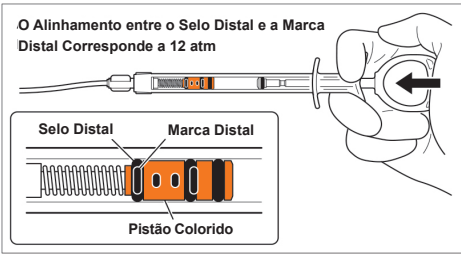

Figura 5: Alinhamento entre o Selo Distal e a Marca Distal
d. Deve testar a insuflação do sistema ao carregar no êmbolo até o selo preto distal no pistão laranja estar alinhado com a marca preta distal na Seringa de Insuflação (Ver Figura 5). Caso o selo e a marca preta não alinhem, desconecte a Seringa de Insuflação e a Linha de Extensão e repita o processo de preparação.
- a. Pressione lentamente o êmbolo da seringa de insuflação, para insuflar o balão. A pressão deve ser incrementada lentamente (3-5 segundos) até o pistão laranja estar no fundo (até o selo preto distal do pistão atingir a marca preta distal na Seringa de Insuflação – ver Figura 5). Caso estas não se alinhem, esvazie o balão, retire o aparelho XprESS e faça o teste de insuflação (conforme descrito nos passos 2.d e 2.e da secção de Preparação do Sistema). O alinhamento da marca distal e o selo distal garante que foi atingida uma pressão de 12 atm.